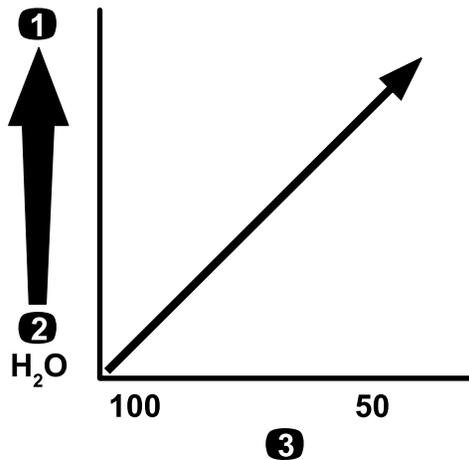

図 17
**重要** 粘度の高いドロドロした薬剤や、ウェットブル水和剤を散布する場合には、オプションの目の粗いノズルフィルターが必要になる場合があります 図 17を参照。